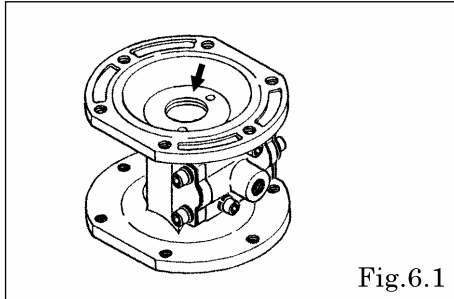

Fig.6.1
- Retire el anillo elástico utilizando las pinzas para anillos elásticos y retire el cartucho, el espaciador y el conjunto del pistón central. [Fig. 6.1]